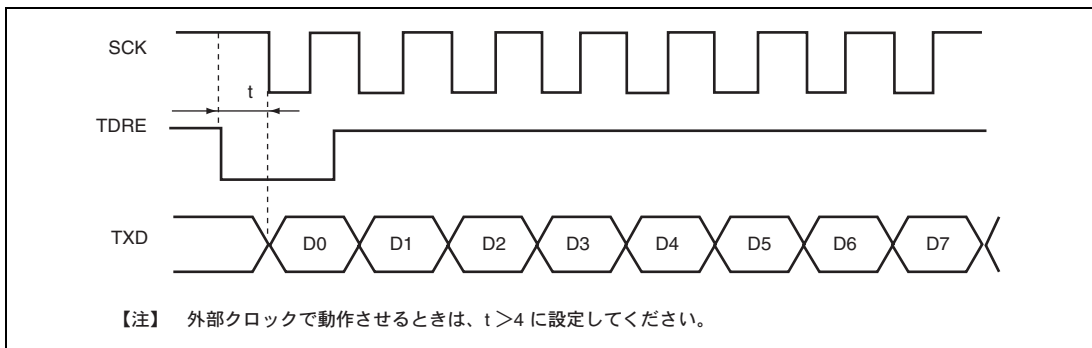

図 14.25 DTC による同期クロック転送例
- (1) 同期クロックに外部クロックソースを使用する場合、DTC による SCTDR の更新後、周辺動作クロックで 5 サイクル以上経過した後に外部クロックを入力してください。SCTDR の更新後 4 サイクル以内に送信クロックを入力すると誤動作することがあります (図 14.25 参照)。